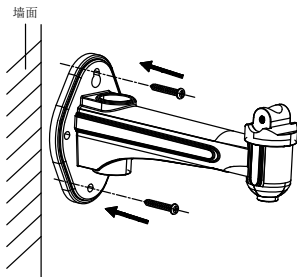

图2-16 固定支架
2. **固定支架：**将摄像机支架固定在安装墙面上，如图 2-16 所示。